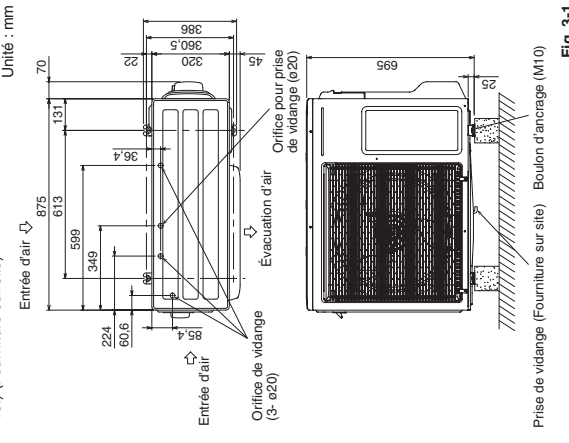

Fig. 3-1
- Pour les dimensions du boulon d'ancrage, voir la Fig. 3-1.